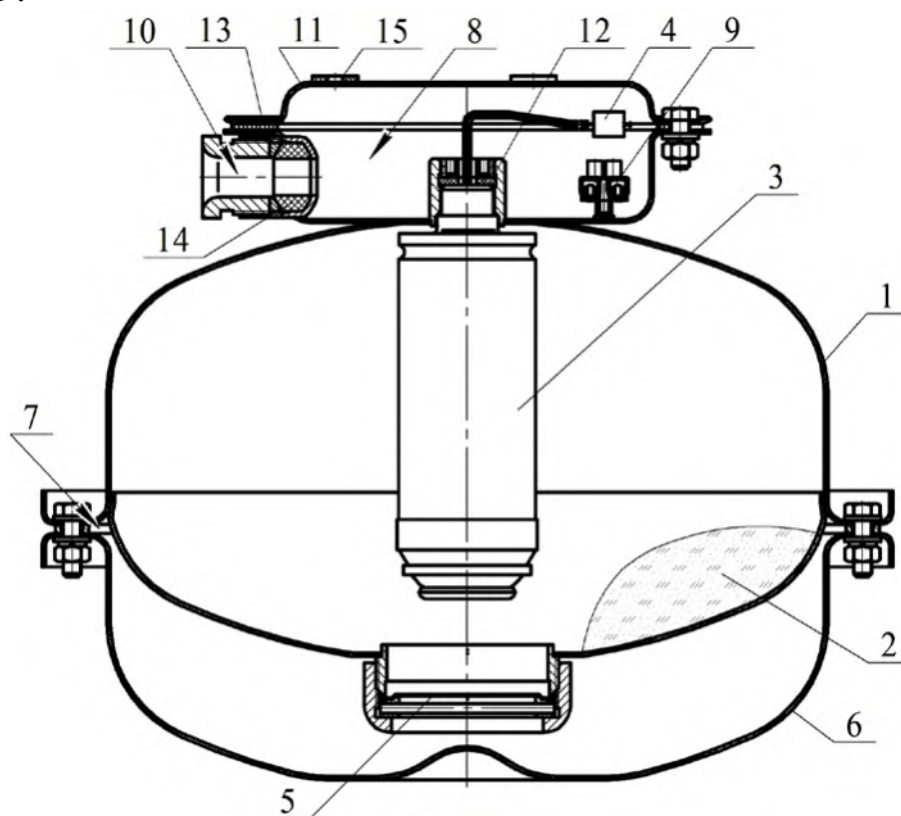

Рисунок 1
1.4.1.1 МПП (см. рисунок 1) состоит из корпуса **1**, в котором размещаются огнетушащий порошок (ОП) **2** и источник холодного газа (ИХГ) **3** с элементом электропусковым **4**. Сопловое отверстие для выхода ОП из корпуса перекрыто мембраной **5**. Со стороны соплового отверстия корпус **1** соединен с отражателем **6**. Насадок-распылитель **7** для выхода ОП представляет щелевой зазор между корпусом **1** отражателем **6**.
После подачи электрического импульса на выводы элемента электропускового **4** ИХГ **3** (см. рисунок 1) генерирует газ, который впускает ОП **2** и создает давление внутри корпуса МПП для вскрытия мембраны **5** и выброса через насадок-распылитель **7** струи ОП в зону горения.
2.1.3 Через резиновые прокладки **15** (см. рисунок 1) закрепить кронштейн **11** (см. рисунок 1) на потолке, стене, полу или иной несущей поверхности. Координаты отверстий в кронштейне, предназначенном для крепления МПП, показаны на рисунке 3.
2.1.4 Через резиновую прокладку **13** (см. рисунок 1) состыковать МПП с кронштейном и закрепить соединение гайками.